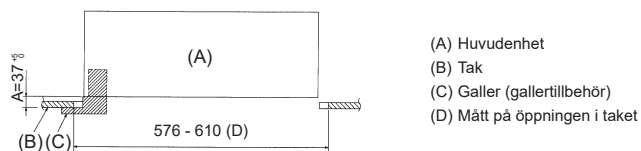

Fig. 4-7
3. När huvudenheten inte kan inriktas mot monteringshållet i taket kan den justeras med hjälp av en slits som finns på monteringsplåten. (Fig. 4-7)